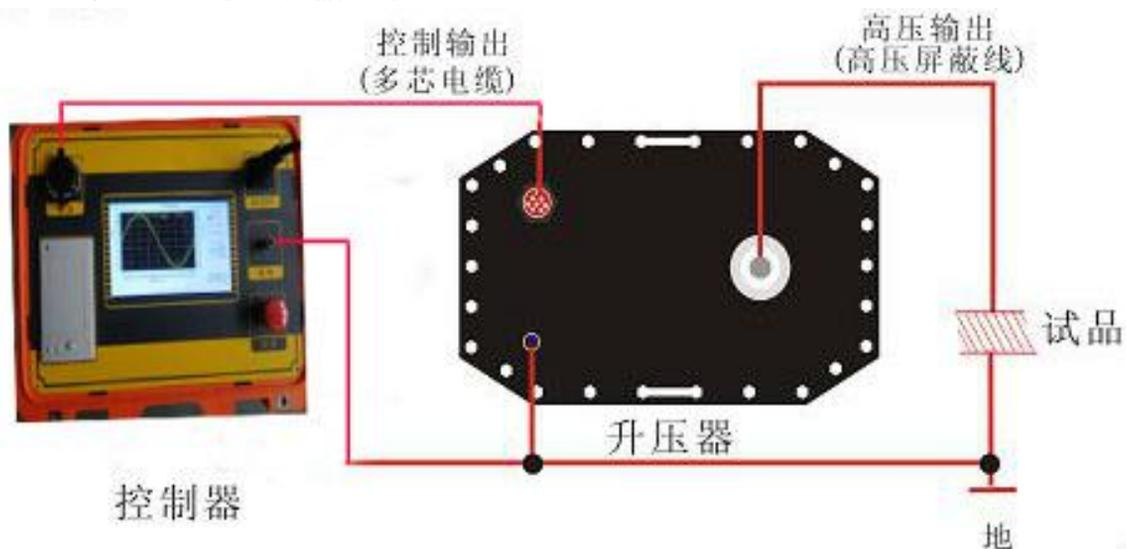
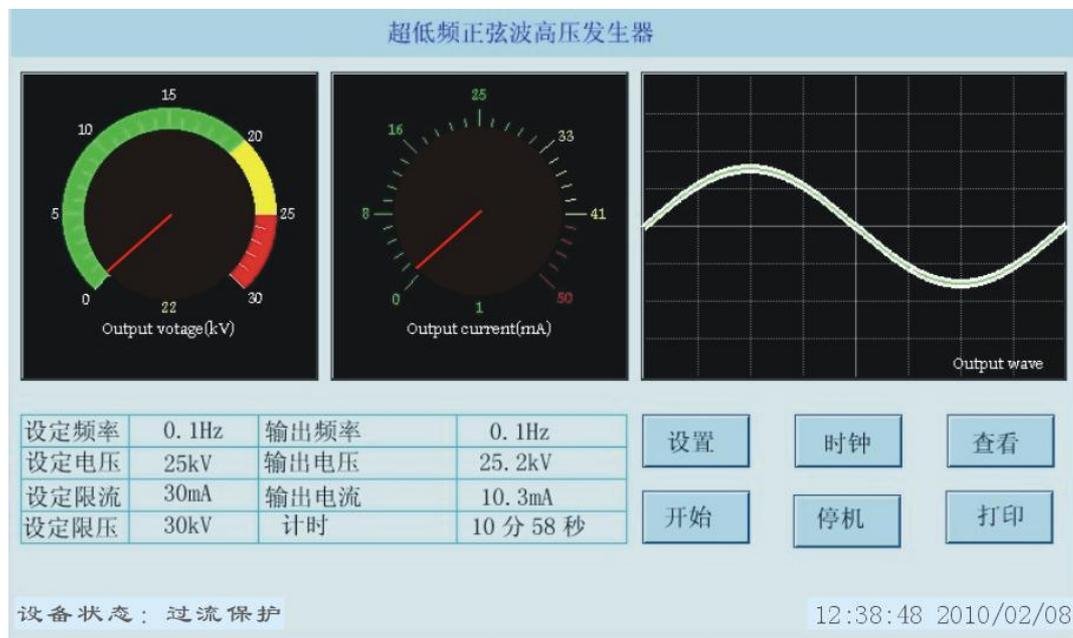
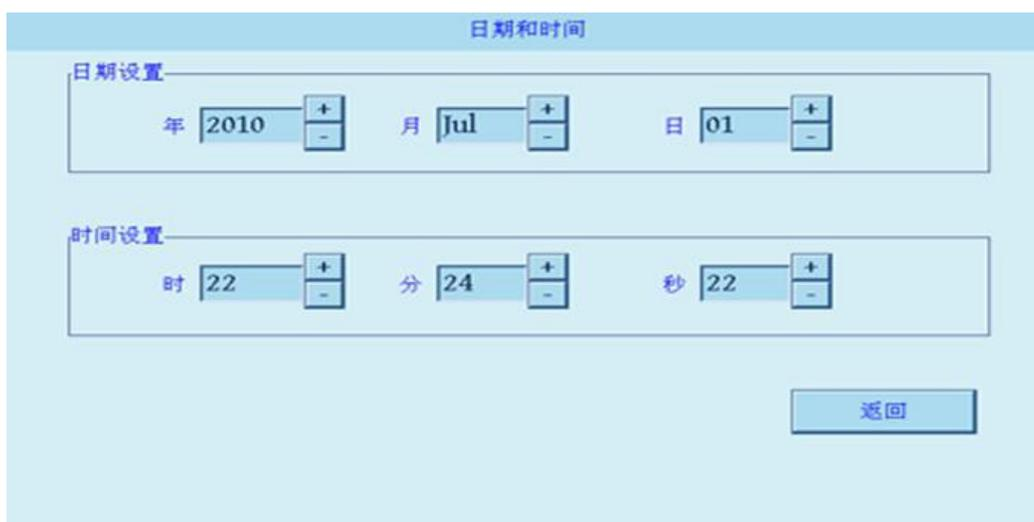

图 3 接线示意图
图 13 控制器提示过流保护
图 15 日期和时间设置界面
接线说明：用本产品随机配备的控制输出专用线、高压输出专用线和接地线按图 3 的方法
当在试验的过程中，输出电流超过设定限值，仪器启动停机指令后，自动切断输出，再执行数据历史保存，停机后如图 13 所示，状态栏中提示信息：“过流保护”并执行数据历史保存
点击图 3 的“打印”键，可将显示器上的本次数据打印成试验报告。
凡是通过了定时停机、点击“停机”键进行的停机、过压保护停机、以及过流保护停机的数据仪器自动将其保存为历史数据。最多能保存 64 次测量的数据，64 次以前的将自动删除。点击图 3 中的“查看”键，可出现图 13 界面,查看最近 64 次试验的历史数据。
点击图 3 中的“时钟”按键,可出现图 15 的设置界面,用于设置系统的日期和时间。
6. 试验接线：用随机附带的专用连接将试验设备与试验电缆按图 13 所示的方法连接。仔细检查接线正确后合上电源，再次设定好试验频率，时间和电压以及高压侧的过流保护值、过压保护值，然后开始升压试验。